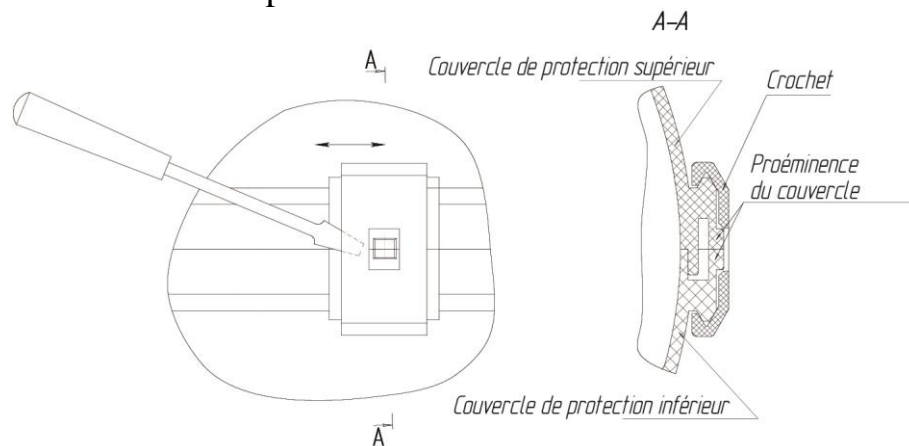

Fig.1- Retrait du crochet du boîtier de l'élément chauffant.
- a) enlever les crochets. Lorsque vous retirez un crochet, utilisez un tournevis (à embout fin) pour relâcher le crochet à la hauteur de la proéminence du couvercle et la décaler à droite ou à gauche par rapport au boîtier jusqu'à ce qu'il soit complètement retiré (fig.1) ;
- enlever les couvercle de protection supérieur et inférieur (fig. 1) ;